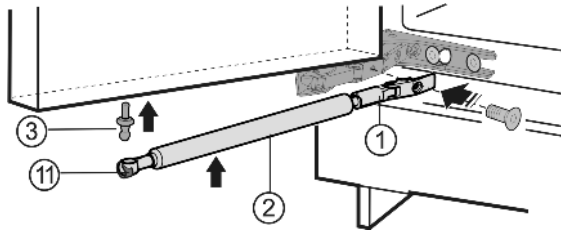

Fig. 5
- ▶ Avvitare saldamente Fig. 5 (3) il perno sferico nel foro di fissaggio a 4 Nm (Torx® 20).
- ▶ Spingere di nuovo in avanti la molla di trazione Fig. 5 (11).
- ▶ Avvitare fermamente il supporto Fig. 5 (1) a 3 Nm.
- ▶ Agganciare l'ammortizzatore di chiusura Fig. 5 (2) nel perno sferico.